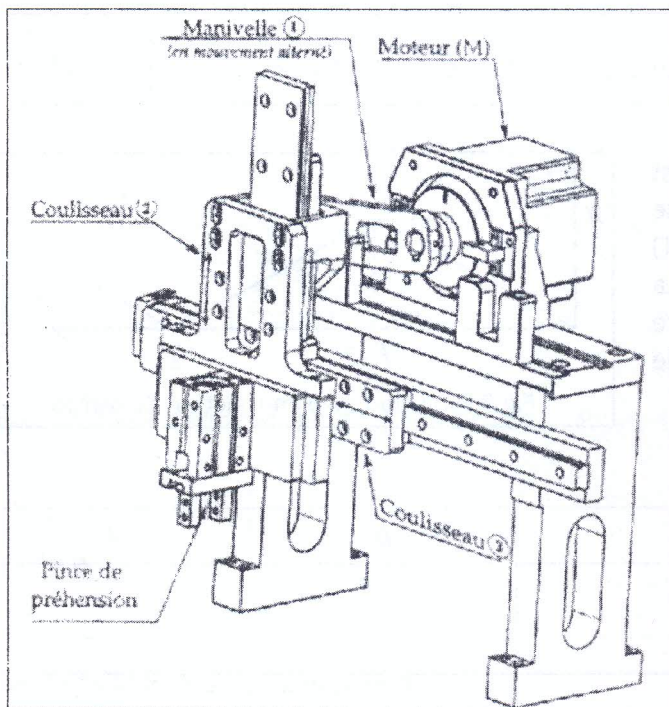
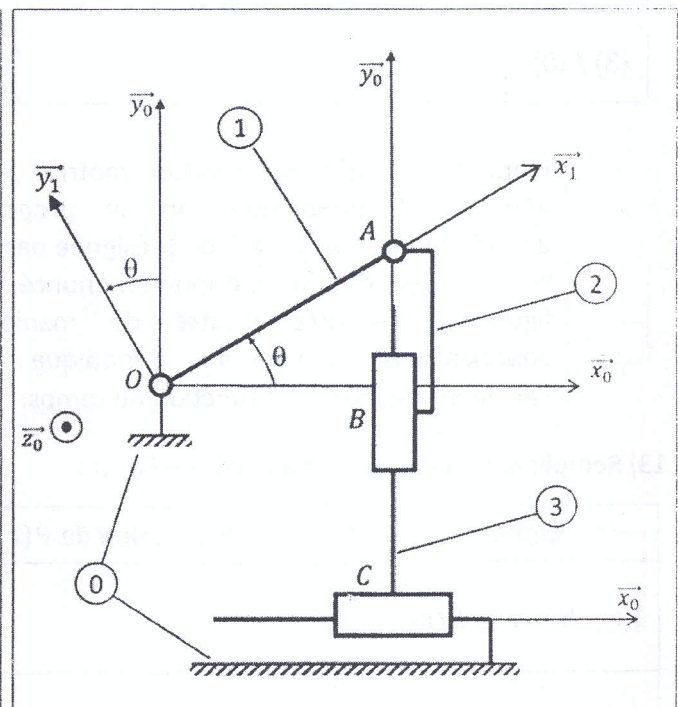

Fig. 1 : Système de transfert
Fig. 2 : Schéma cinématique du système de transfert
Le mécanisme étudié est un système de transfert se trouvant à la sortie du système d'assemblage de rotules de suspension de voitures. Comme montré à la figure 1, il est constitué d'un moteur d'entraînement (M), d'une manivelle (1) et deux coulisseaux (2) et (3). L'ensemble est monté sur un bâti (0). Ce mécanisme permet de transformer la rotation périodique alternée imposée par le moteur en une translation circulaire alternée de la pince de préhension [montée sur (2)]. Le schéma cinématique du mécanisme est montré à la figure 2.